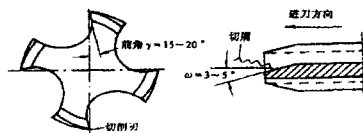

图1 丝锥几何参数的改变
对标准丝锥的几何参数也进行了改进, 主要改进方面如下: (1)增大丝锥切削刃前角。一般标准丝锥切削刃前角常取8-10°, 对于切削不锈钢材料此角偏小, 致使刀刃不够锋利, 切削不顺利, 切削扭矩大, 丝锥易折断。经试验证明, 将前角加大到15-20°较适宜(如图1)所示。(2)刃磨排屑槽。由于标准丝锥